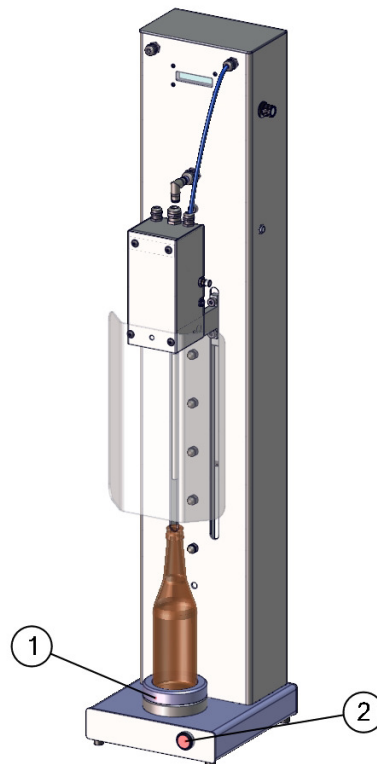

Abb. 6
Programm 2: manuelles Hochfahren des Füllkopfes auf Knopfdruck, Flasche bleibt solange unter Druck, bis der Startknopf (**Abb. 6/2**) erneut betätigt wird.
1. Stellen Sie sicher dass alle Versorgungsleitungen angeschlossen sind. Platzieren Sie entsprechend den von Ihnen verwendeten Flaschen die dazugehörige Flaschenaufnahme (**Abb. 6/1**) in der Vorrichtung und stellen Sie eine leere Flasche ein.
2. Drücken Sie den Start Taster (**Abb. 6/2**). Der Füllkopf fährt nun nach unten und der Füllvorgang beginnt. Mit dem Druck des Tasters wechselt die Anzeige des Displays auf die aktuell abgefüllte Menge und die Durchflussmenge pro Minute. Nach Beendigung des Füllvorganges fährt der Füllkopf wieder nach oben und die Flasche kann entnommen werden